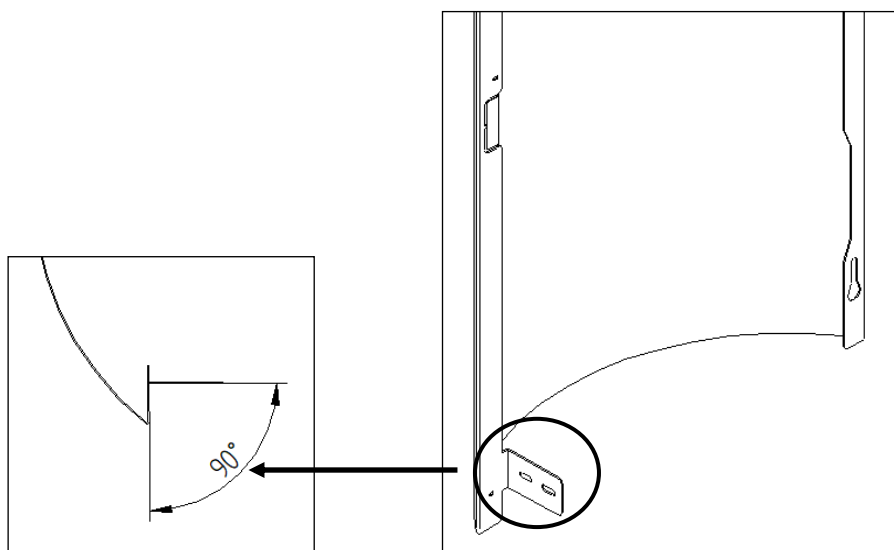

Figura 76 - Ángulo inferior de la pestaña
d) Luego, para enganchar las cubiertas laterales, primero debe doblar la pestaña como se muestra en la Figura 76 para asegurarse de que esté en un ángulo de menos de 90°.